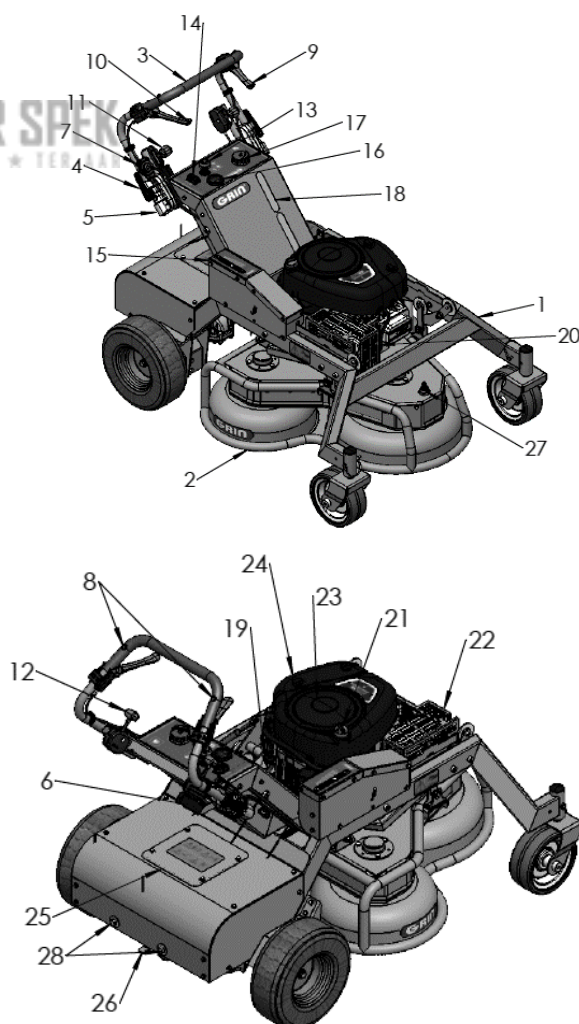

Fig. 7 - Composants de la machine
Votre Grin XM est livré avec de l'huile dans le moteur. Après environ 5 heures de travail, il est recommandé de vérifier le niveau d'huile à l'aide de la jauge (Fig.7_21) et de remettre à niveau au besoin. Consulter le manuel du moteur pour connaître la quantité et le type d'huile.
2. Dévisser le bouchon du réservoir à essence (Fig. 7_17), mais uniquement après avoir retiré la saleté et les éventuels résidus de la zone du bouchon.
3. À l'aide d'un entonnoir, remplir d'essence verte normale. On peut vérifier le niveau d'essence à l'aide des indicateurs placés sur la machine (Fig.7_18). Ne pas remplir au-delà du niveau visible, laisser de la place pour l'expansion du carburant. Retirer immédiatement l'éventuelle fuite ou renversement d'essence ; ne pas mélanger de l'huile au carburant.
6. Ouvrir le robinet d'essence entre le réservoir et le moteur. (Fig.7_19). Il est recommandé de toujours fermer le robinet pendant le transport afin d'éviter qu'une trop grande quantité d'essence ne pénètre dans le moteur.
NB : lorsque le moteur est froid, placer le levier de réglage du régime moteur (Fig.7_12) en position starter.
!!! ATTENTION !!! Après le démarrage du moteur, retirer immédiatement le levier de réglage du régime moteur (Fig.7_12) de la position de starter
Votre XM est équipé d'un réglage électronique millimétrique de la hauteur de tonte. Après avoir allumé la machine, appuyer sur le bouton de réglage de la hauteur (Fig.7_14) pour lever ou abaisser le système de coupe. L'indicateur de hauteur (Fig.7_15) permet de visualiser la hauteur réglée. Le déplacement de l'indicateur vers la zone verte augmente la hauteur de tonte. Le déplacement de l'indicateur vers la zone rouge diminue la hauteur de tonte. Pour une tonte optimale, il est recommandé de ne pas amener l'indicateur dans la zone rouge.
1. Après avoir démarré le moteur, dégager le frein de stationnement en déplaçant le levier (Fig.7_6) vers la droite puis vers le haut.
2. Après avoir vérifié si la largeur de tonte est correcte, démarrer le système de coupe en soulevant le coup de poing jaune situé sur le tableau de bord (Fig.7_13).
3. Déplacer le levier de marche (Fig.7_11) vers l'avant ou vers l'arrière. Déplacer doucement le levier de manière à faire varier la vitesse progressivement, en particulier quand on utilise la marche arrière. Les brusques changements de vitesse peuvent faire perdre l'équilibre à l'opérateur.
4. Pour braquer la machine, appuyer sur le levier gauche (Fig.7_9) pour aller à gauche et sur le levier droit (Fig.7_10) pour aller à droite. Plus la pression sur le levier est forte, plus la courbe est serrée. Lorsque le levier est pressé à fond, la machine tourne sur elle-même.
1. Placer le levier de marche avant/arrière (Fig.7_11) en position neutre (N)
2. Engager le frein de stationnement en déplaçant le levier vers le bas (Fig.7_6)
3. Désactiver le système de coupe en appuyant sur le coup de poing jaune situé sur le tableau de bord (Fig.7_13)
4. Relâcher les boutons de sécurité Homme présent (Fig.7_8) pour éteindre la machine.
1. Dévisser les vis de fixation du kit à bord (Fig.7_28), positionner la plaque et serrer les vis comme sur l'image ci-dessus. Serrer les vis avec un couple de 50 Nm.
- III. Accéder au compartiment de la batterie en dévissant les 4 vis de fixation du couvercle (Fig.7_25). Déconnecter la batterie et la connecter sur un dispositif de maintien de la charge.